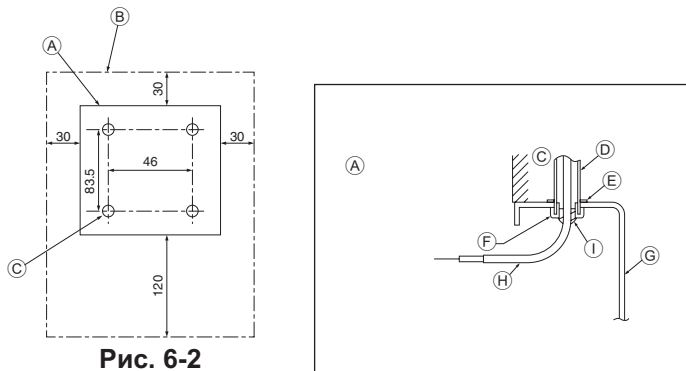

Рис. 6-2
(1) Выберите место установки пульта дистанционного управления. (Рис. 6-2) Датчики температуры расположены как на пульте дистанционного управления, так и на внутреннем приборе.